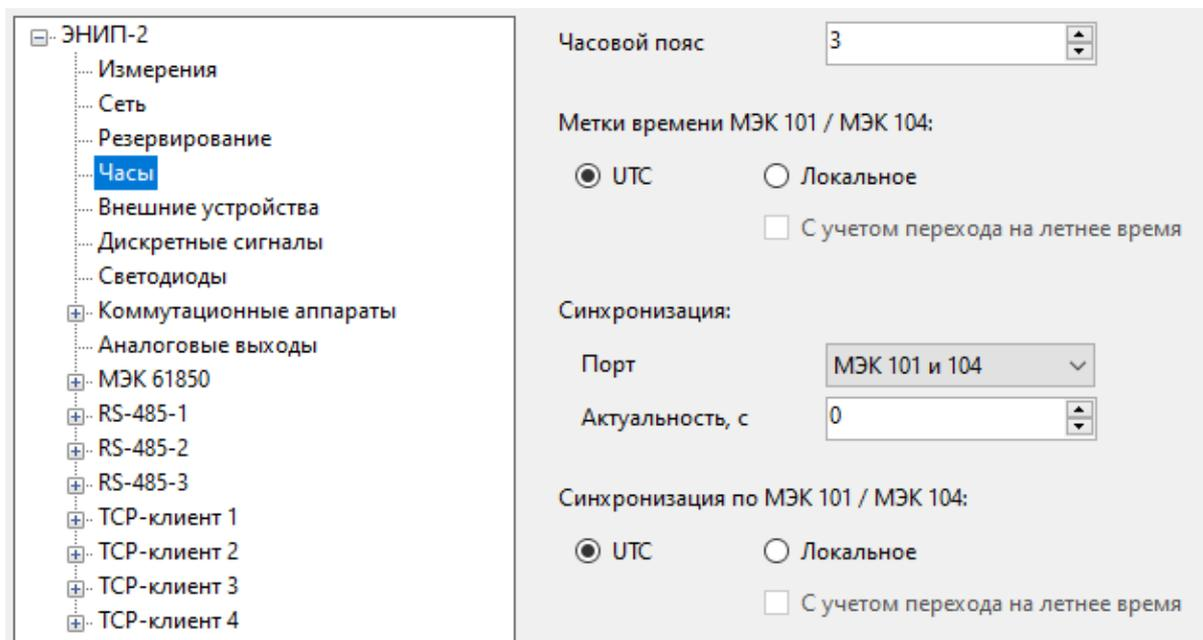

Рисунок 5.6. Вкладка настроек «Часы» ЭНИП-2 в ПО «ES Конфигуратор»
5.5.1 В разделе «Часы» доступны настройки синхронизации и формат меток времени измерений и событий (рис. 5.6):